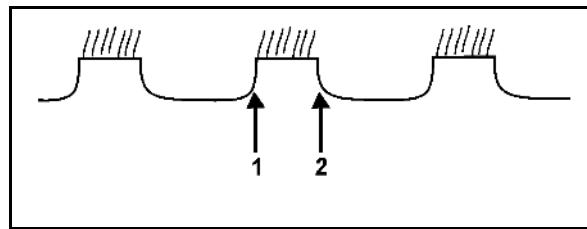

図 49
- 耕深はスケール (図 49/1) を用いて油圧で調整されます。